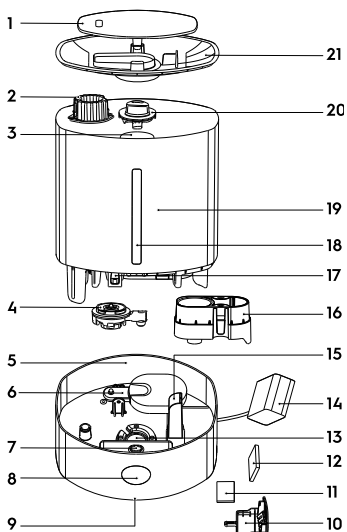
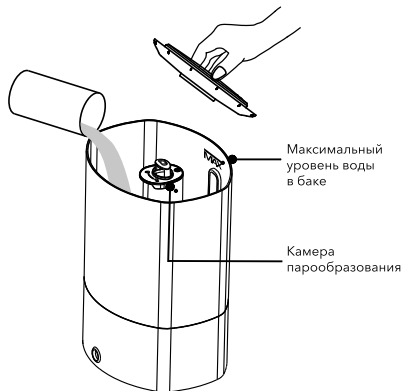

Рис. 1
Рис. 2
3. Налейте чистую воду непосредственно в емкость для воды. Уровень воды не должен превышать отметку MAX внутри бака (рис.2). Воду можно заливать в воронку для залива воды (рис.1).
**При перемещении увлажнителя всегда держите прибор за основание (рис. 1), во избежание падения части прибора, с основными электронными узлами. Если в приборе есть вода, во избежание ее попадания в электронные узлы через шахту вентилятора (рис. 1), держите его горизонтально.**
1. До начала чистки необходимо выключить прибор кнопкой переключения режимов (рис. 1) и отключить устройство от сети.
2. Снимите крышку распылителя и выньте емкость для воды (рис. 1). Слейте воду из основания прибора. Следите за тем, чтобы вода не попала в шахту вентилятора. Если это произошло, необходимо дать прибору высохнуть и обратиться в сервисный центр.